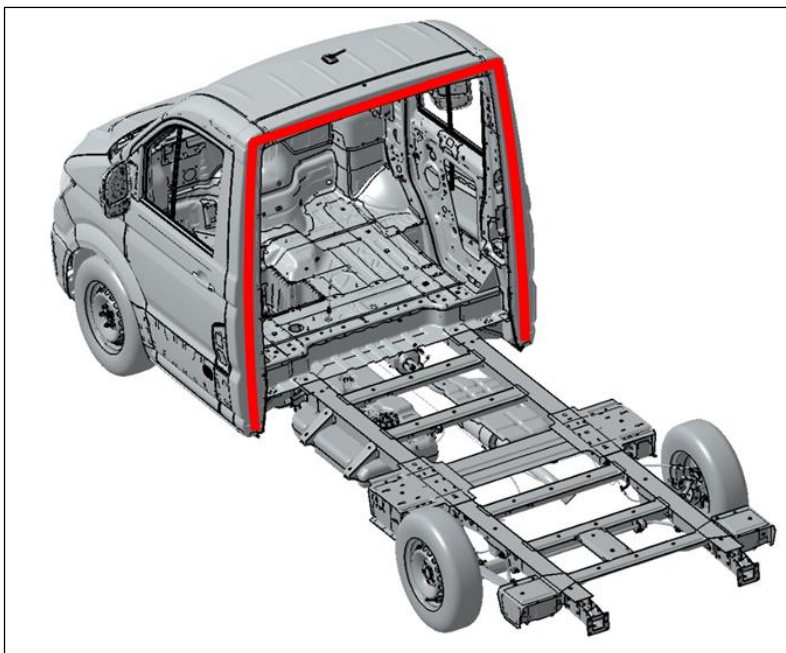

Abb. 4: Crafter-Flachrahmen-Fahrgestell- Klebeflächen Verbindung von Rückwand Koffer mit Dachquerträger und Fahrerhaus B-Säule (Prinzipdarstellung Rahmenfläche)
- Eine ausreichende Verbindung zur B-Säule (Verbindung von Rückwand Koffer mit Fahrerhaus) ist durch eine flächige Verklebung herzustellen (siehe Abb. 4).
** Mindest Radkastenbreite bei Überdeckung bis Mitte Achse, gemessen zum Rahmenlängsträger. siehe Abb. 4 in Kapitel 4.3.4